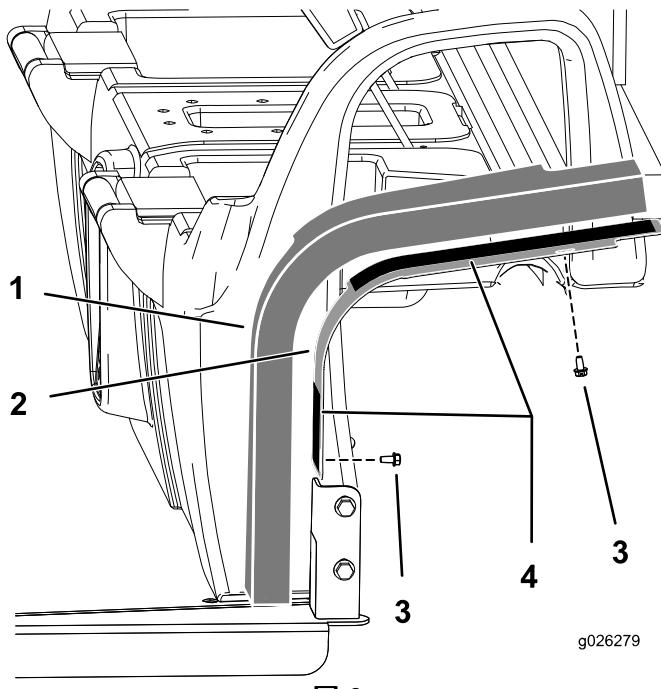

図6
- キャブに取り付けプレートを固定するボルト1/4インチ4本を使い、図6に示すように取り付ける。
- 取り付けプレートに張り付けてある両面テープの裏紙をはがす 図6。
4. 発泡樹脂パネルをアセンブリに貼り付ける図6。